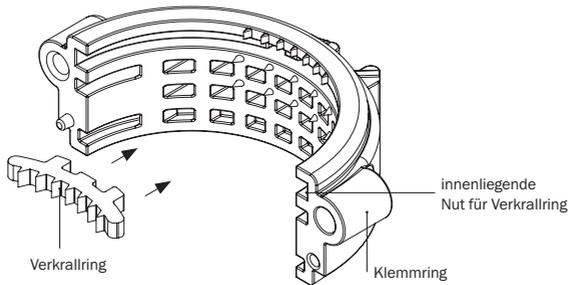

Abbildung 25.10: Verkrallring, 2-teiliger Klemmring
- Jeweils einen Teil des Verkrallrings in die dafür vorgesehene innenliegende Nut des Klemmrings einlegen (2x) (s. Abbildung 25.10).